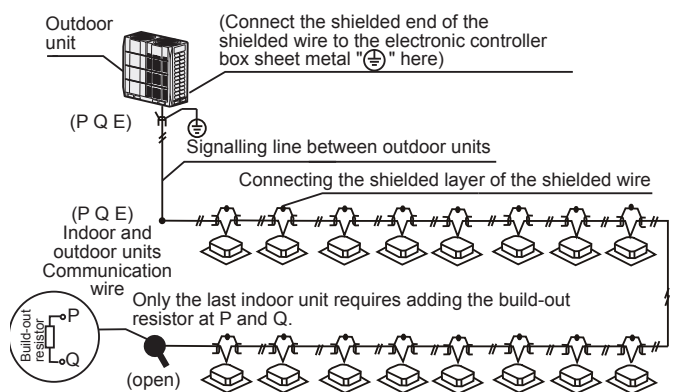

Imagen 6.6
- El cableado de comunicación entre las unidades interiores y exteriores debe conectar una unidad tras otra en una conexión en cadena desde la unidad exterior a la unidad interior final, la capa blindada debe estar correctamente conectada a tierra, y se debe añadir una resistencia incorporada a la última unidad interior para mejorar la estabilidad del sistema de comunicación (consulte la Imagen 6.6).